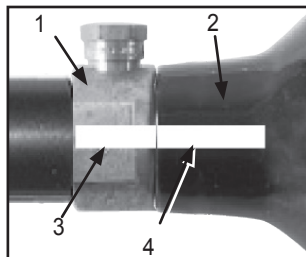

Figura 4: Válvula y cilindro Marcado Adecuadamente
4. Mire las marcas en el cilindro y en la válvula (como se observa en la figura 4 en la página 7) cuando de vuelta al cilindro $\frac{3}{4}$ de vuelta aproximadamente en sentido contrario a las agujas del reloj.